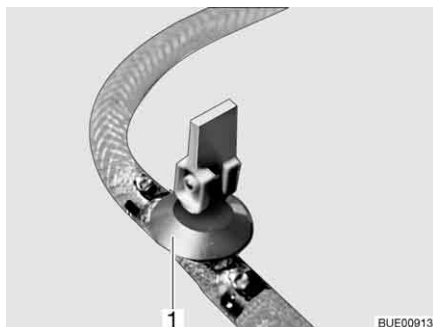
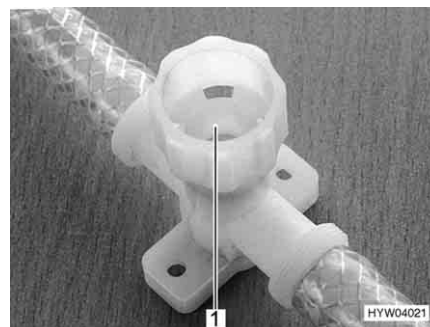

Fig. 227 Robinet de vidange (avec levier à bascule)
Fig. 228 Robinet de vidange (avec capuchon tournant)
- Fermer tous les robinets de vidange. Placer pour ce faire le levier à bascule (Fig. 227,1) à l'horizontale ou faire tourner le capuchon du robinet de vidange (Fig. 228,1) dans le sens des aiguilles d'une montre.